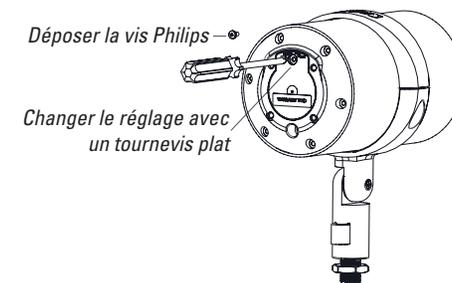

Figure 19
3. L'enceinte L41XC est livrée avec un transformateur réglé sur 60 W qui **doit être réinitialisé sur BYPASS**. Utilisez un tournevis à tête Philips pour retirer la vis Philips de protection comme représenté dans la figure 19.